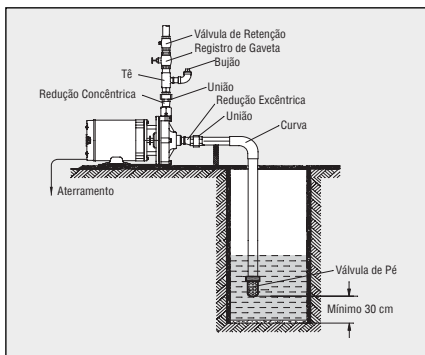
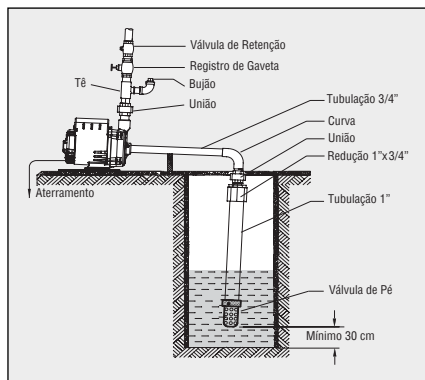

Figura 5 - Esquema de Instalação
Figura 6 - Esquema de Instalação
- ①. Instale a bomba o mais próximo possível da fonte de captação de água, garantindo a ausência de sólidos em suspensão tais como: areia, galhos, folhas, pedras, etc.
- ②. O local de instalação da motobomba deverá ser seco, de fácil acesso para manutenção e inspeção, com espaço adequado para ventilação do motor.
- ③. Não exponha a bomba à ação do tempo, proteja-a das intempéries (sol, chuva, poeira, umidade, etc.).
- ④. Fixe a bomba sobre uma base rígida e regular (de preferência de concreto ou alvenaria), isenta de vibrações. Procure manter um pequeno declive no sentido da captação.
- ⑤. Para adequar o diâmetro da tubulação ao diâmetro dos bocais da bomba, a fim de evitar a permanência de bolsões de ar na instalação, expressamente recomendamos usar redução concêntrica na instalação vertical e redução excêntrica na instalação horizontal (Figura 5). Caso tenha dificuldade de adquiri-las no mercado, faça a redução na parte vertical da instalação (Figura 6). Importante destacar que a orientação é instalar o produto próximo da fonte de captação (poço/cisterna).
- ⑥. Utilize o mínimo possível de conexões na instalação, dando preferência sempre às curvas no lugar dos joelhos.
- ⑦. No caso das bombas com bocais de rosca, sugerimos instalar (próximo aos bocais) uniões, tanto na tubulação de sucção como no recalque para facilitar a montagem e desmontagem do conjunto.
- ⑧. Faça suportes para sustentar o peso das tubulações, para que o mesmo não pressione a bomba.
- ⑨. Instale a válvula de retenção (válvula de pé) no mínimo a 30 cm do fundo do local da captação, garantindo uma coluna de água suficiente para que não entre ar pela mesma.
- ⑩. Vede todas as conexões com vedante apropriado, evitando assim, a entrada de ar.